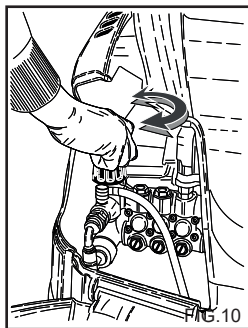

FIG. 10
Il presente capitolo riguarda solo i modelli provvisti del dispositivo "Regolatore di pressione". Il dispositivo regolatore di pressione, fig. 10 permette di regolare la pressione di lavoro. Ruotando la manopola C in senso antiorario (B) (minimo) si ottiene così una riduzione della pressione di esercizio.